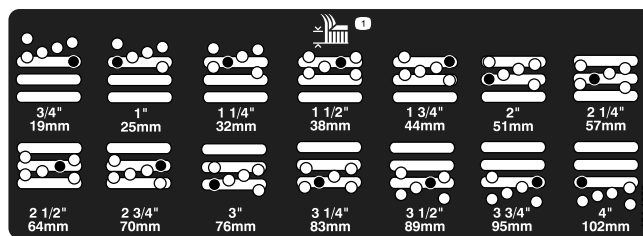

Figure 19
4. Tout en soutenant la chambre, déposez l'entretoise (Figure 19).
5. Placez la chambre à la hauteur de coupe voulue et mettez l'entretoise dans le trou et la fente correspondant à la hauteur de coupe désignée (Figure 19).